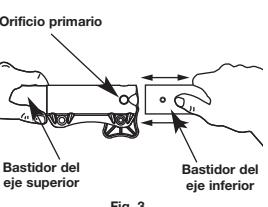

Fig. 3
3. Mientras sostiene con firmeza el bastidor del eje superior, tire del accesorio de jardín hacia afuera del acoplador (Fig. 3).
3. Mientras sostiene el accesorio con firmeza, empujelo en línea recta en el acoplador (Fig. 3).